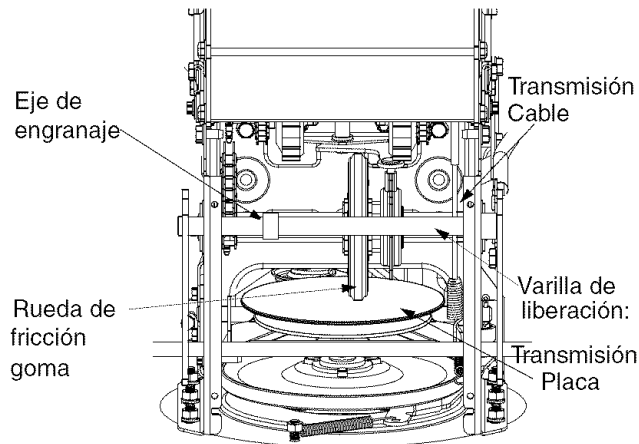

Figura 26
- Habiendo engranado el control de transmisión, controle si la rueda de fricción hace contacto con la placa de transmisión. Vea la Figura 26.